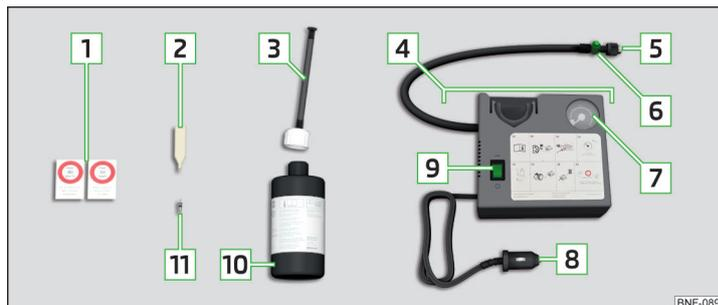

Fig. 244 Descripción del kit de averías
- › Introducir el atornillador de inserto de válvula **2** » fig. 244 de la **pág. 220** sobre el inserto de válvula de la manera que el inserto de válvula cabe en la ranura del atornillador de inserto de válvula.
- › Enrosque fija la manguera de llenado del neumático **5** » fig. 244 de la **pág. 220** sobre la válvula del neumático.